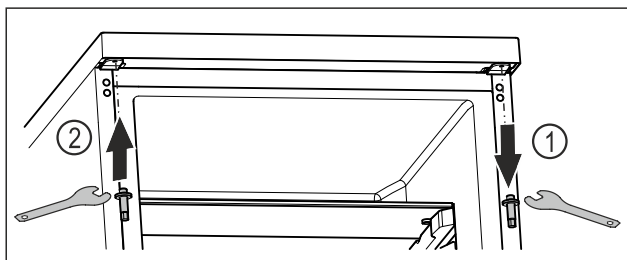

Fig. 19
- ▶ Vyskrutkujte čap vonkajším kľúčom na šesťhrannú maticu. Fig. 19 (1)
- ▶ Zaskrutkujte čap na opačnú stranu vonkajším kľúčom na šesťhrannú maticu. Fig. 19 (2)